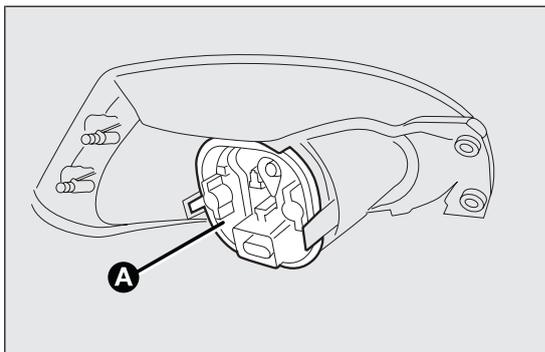

fig. 167
- ❑ desconectar el conector eléctrico y retirar, actuando en las tres patillas de sujeción, la tapa de protección A fig. 167; a continuación, sustituir la lámpara correspondiente.